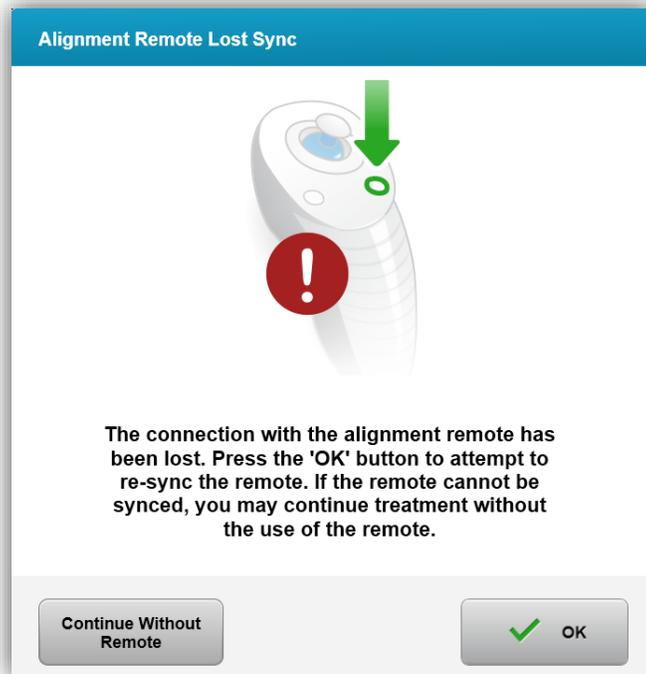

Figure 3-20. Processus de synchronisation expiré
- Si l'on n'appuie pas sur le bouton de synchronisation pendant l'intervalle de temps de 15 secondes, un message indiquant « Alignment Remote Lost Sync » apparaîtra sur l'écran comme illustré à la figure 3-20.